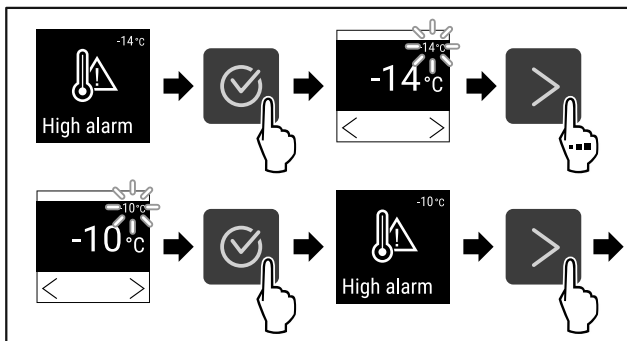

Fig. 99
- Vykonaňte kroky akcie (pozri Fig. 99) .